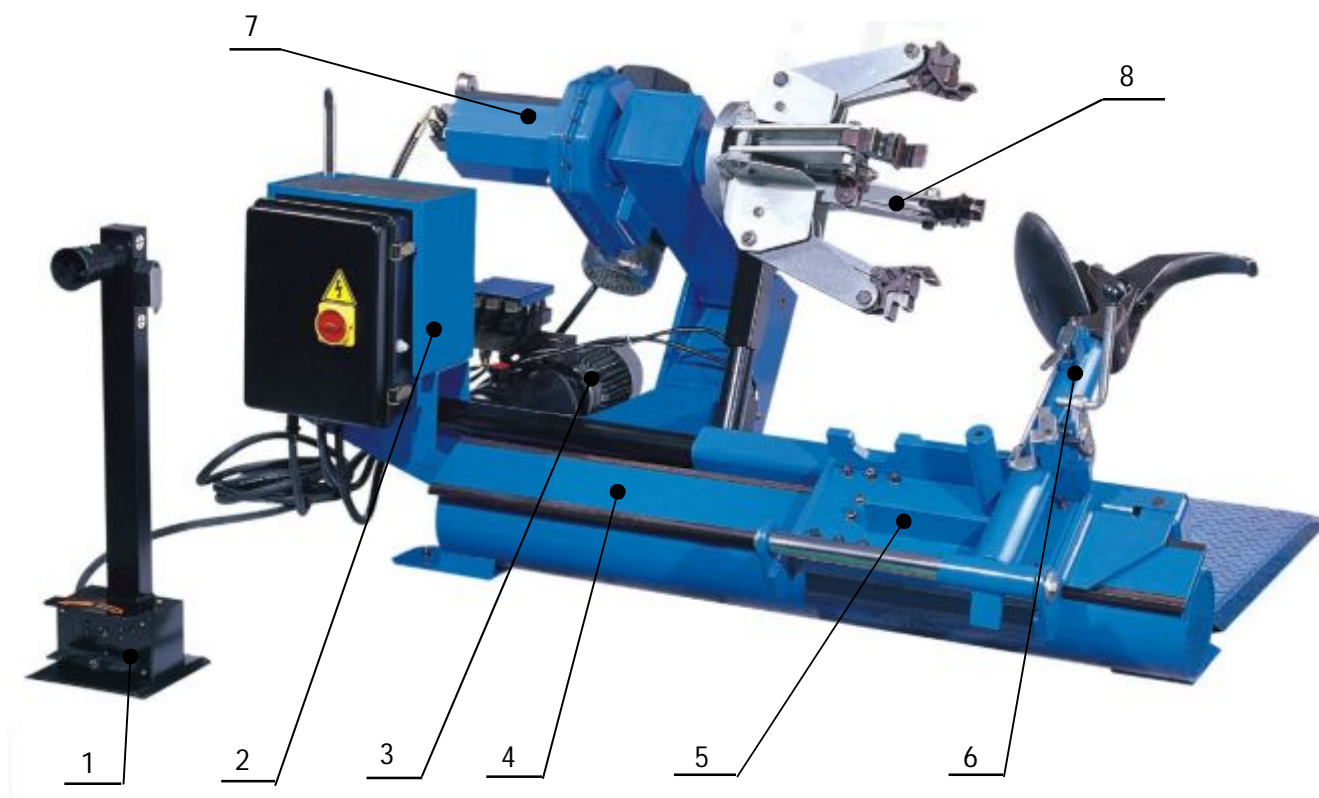

Рисунок 1 Стенд шиномонтажный грузовой
4.2.1 Стенд представляет собой стационарное устройство с электрогидроприводом. Конструкция стенда (рисунок 1) включает в себя станину 4, на
4.2.9 Рычаг 7 (рисунок 1), представляет собой сварную конструкцию, в подшипниках скольжения которой установлен (с возможностью вращения) шпиндель, на переднем торце которого закреплена чашка, несущая четырехзвенный параллелограммный механизм зажима 8 обода.